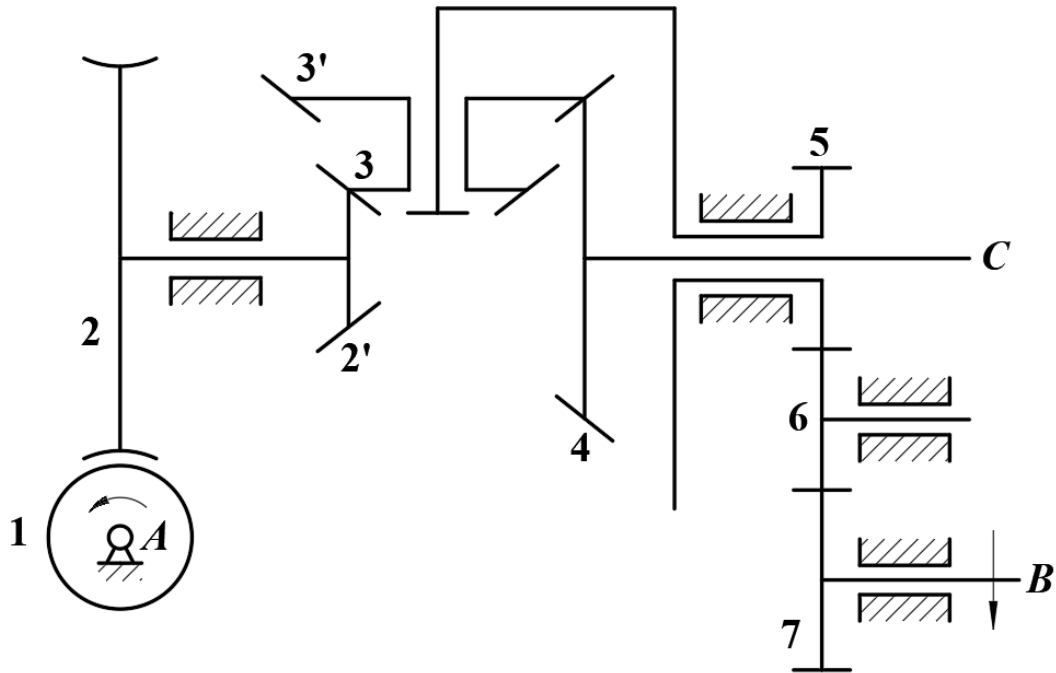

图 2.1
2.1 在图2.1所示的轮系中，1为单头右旋蜗杆，运动方向如图所示。已知各轮齿数： $z_2 = 40$ ， $z_{2'} = 32$ ， $z_3 = 30$ ， $z_{3'} = 40$ ， $z_4 = 64$ ， $z_5 = 32$ ， $z_6 = 17$ ， $z_7 = 24$ 。其中，蜗杆1和轴B分别以1500r/min和60r/min的转速按图示方向转动。该轮系中的圆柱齿轮5、6和7均为正常齿制的标准齿轮，其模数 $m = 4\text{mm}$ ，压力角 $\alpha = 20^\circ$ ；蜗杆1和蜗轮2组成一对阿基米德标准蜗杆蜗轮机构，其中 $m = 5\text{mm}$ 。齿轮机构的安装形式均满足无齿侧间隙啮合传动条件。